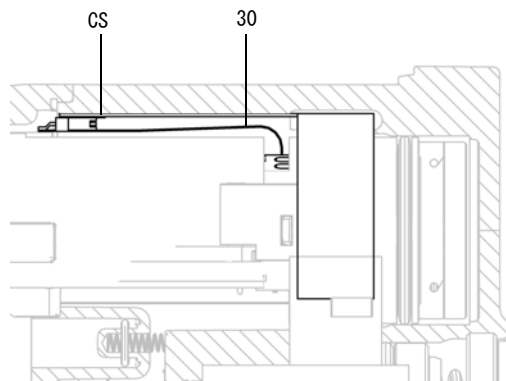

図 37. フレキシブル回路の接続
3. 手で電源 (7) をつかみます。横方向にゆっくり動かしながら、ガン本体 (10) から電源 / タービンアセンブリを外して、それを慎重にまっすぐに外に引き抜きます。
**Smart モデルのみ** : ガン本体の上部にあるソケットから、フレキシブル回路 (30) を外します。
5. 電源 (7) をタービン (8) から分離させるには、3 線リボンコネクタ (PC) を電源から外します。図 37 を参照してください。
**Smart モデルのみ** : 6 ピンフレキシブル回路 (30) を電源から外します。
8. 電源 / タービンアセンブリを、ガン本体 (10) に挿入します。接地ストリップ (EE) がガン本体に接していることを確認してください。
**Smart モデルのみ** : 6 ピンフレキシブル回路 (30) のコネクタの位置をガン本体上部のソケット (CS) と合わせます。図 37 を参照してください。